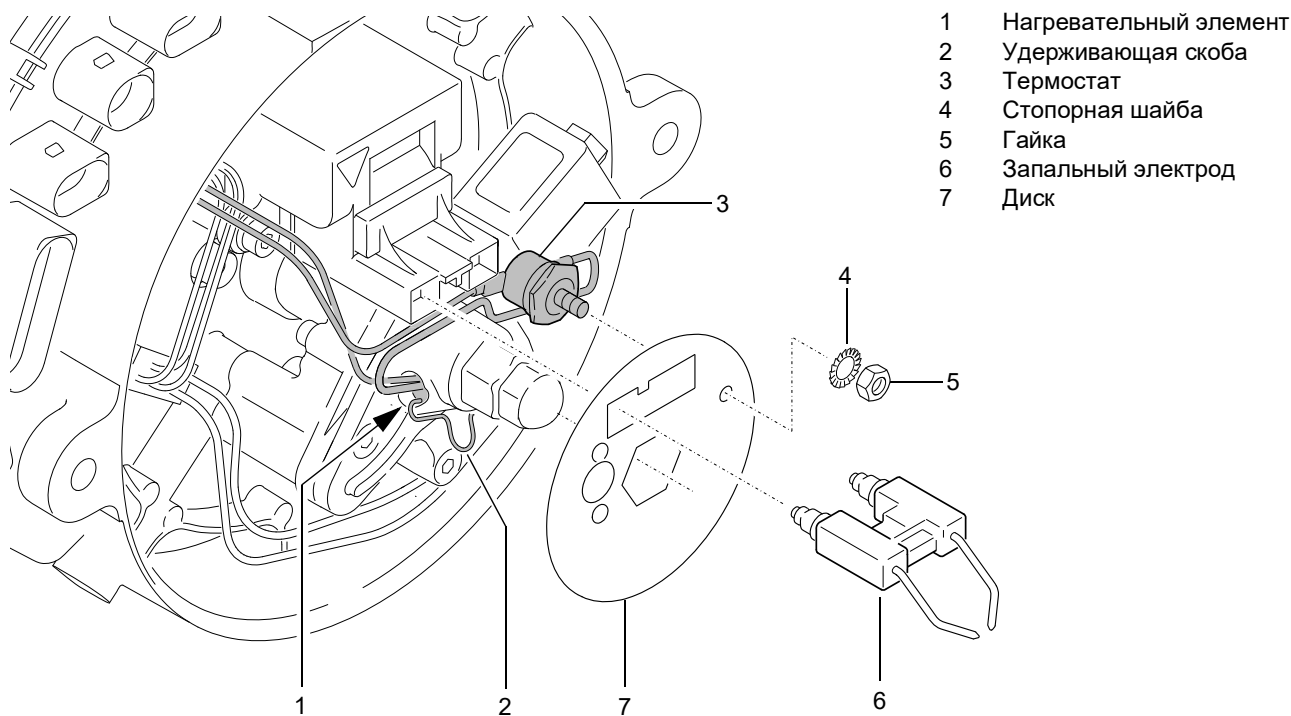

Рис. 807 Демонтаж и установка системы подогрева форсунки
3. Отсоединить запальный электрод (6, Рис. 807)
4. Снять гайку (5, Рис. 807) и стопорную шайбу (4), которыми термостат (3) крепится к диску (7), и снять термостат.
5. Снять диск (7).
6. Убрать удерживающую скобу (2) нагревательного элемента (1) и вытащить нагревательный элемент из держателя форсунки топливного насоса.
1. Нагревательный элемент (1, Рис. 807) вставить в держатель форсунки топливного насоса и зафиксировать удерживающей скобой (2).
2. Термостат (3) установить в монтажное положение.
3. Насадить диск (7) на держатель форсунки топливного насоса и выровнять так, чтобы запальный электрод (6) можно было установить на генератор зажигания и смотровое стекло находилось над датчиком пламени.
4. Установить запальный электрод (6) на генератор зажигания.
5. Закрепить термостат (3) со стопорной шайбой (4) и гайкой (5) на диске (7).